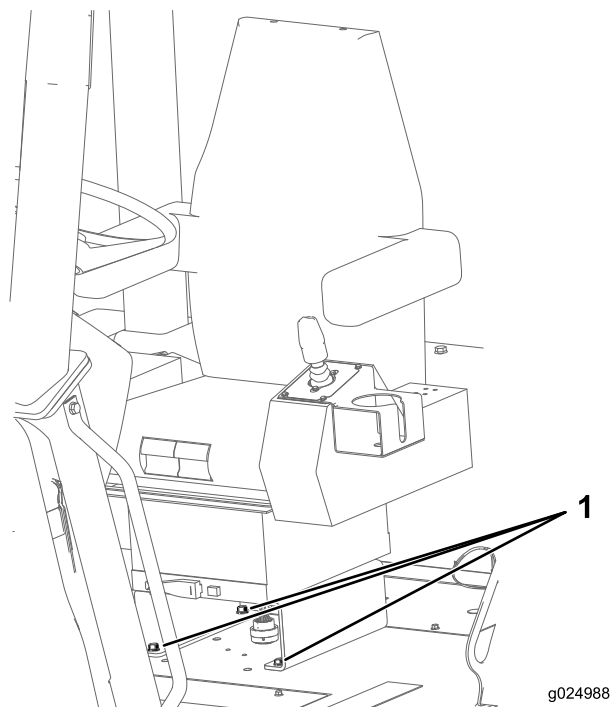

Рисунок 118
1. Проверьте, чтобы болты крепления сиденья к шасси машины были затянуты с моментом от 27 до 34 Н•м (от 20 до 25 фунт-дюймов); см. Рисунок 118.